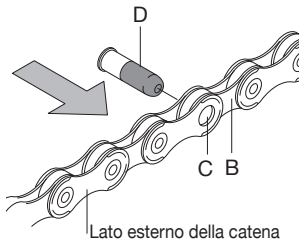

Fig.6
- Inserite la maglia interna (B - Fig. 6) nella maglia esterna (C - Fig. 6), quindi inserite la porzione di guida della bussola di unione ULTRA-LINK 5-CN-SR700 (D - Fig. 6) nel foro della maglia dal lato interno della catena verso l'esterno.